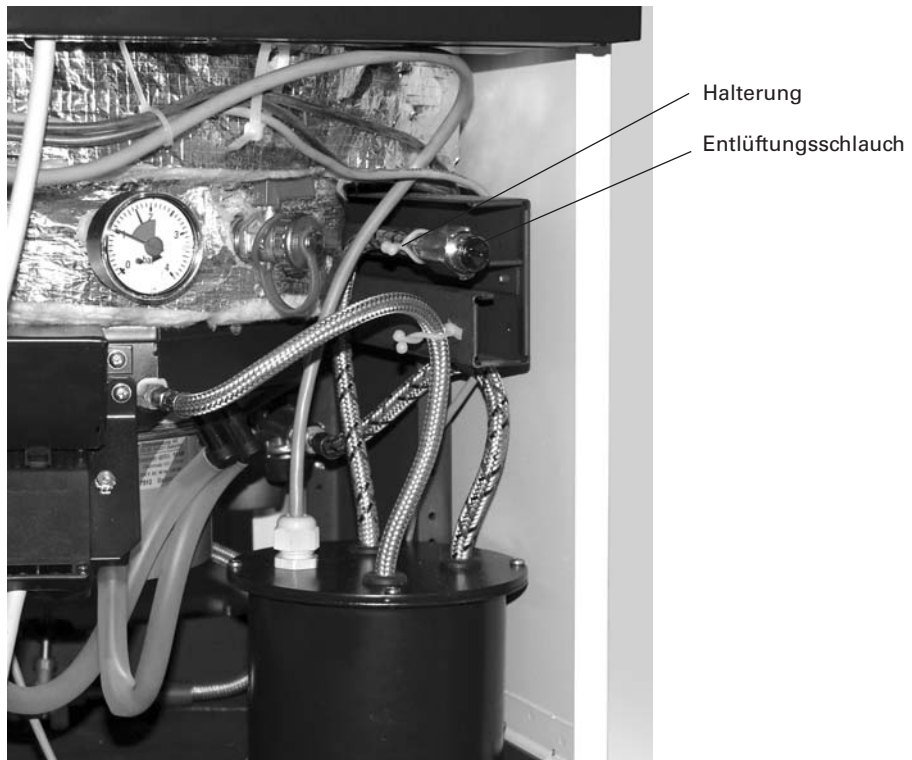

Bild 17 Entlüftungsschlauch fixieren
- g) Absperrventil (6) verschließen .
- h) Verschlussstopfen (5) in den Ölentlüfter (4) dicht eindrehen.
- J) Entlüftungsschlauch (3) in der dafür vorgesehenen Halterung (1) fixieren – Bild 17.